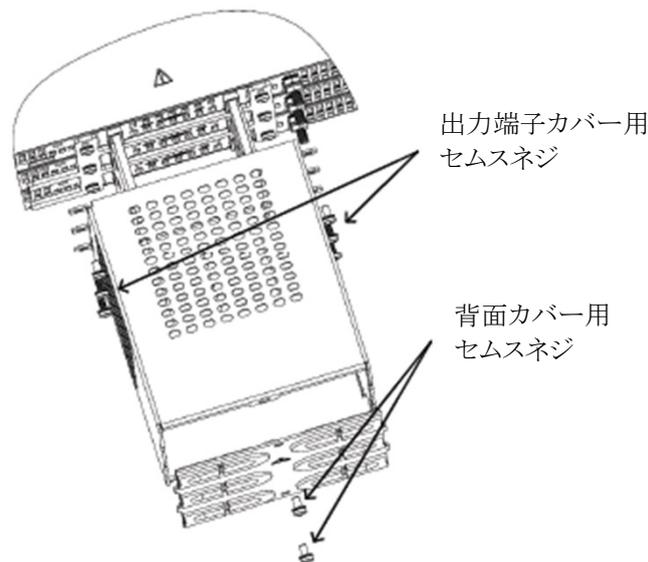

図4-42 出力端子カバーの分解方法
2. 図4-42に示すように出力端子カバーの出力端子カバー用セムスネジと背面カバー用セムスネジを取り外します。
(図4-42はGSP15kWの場合ですが、GSP10kWも同様です。